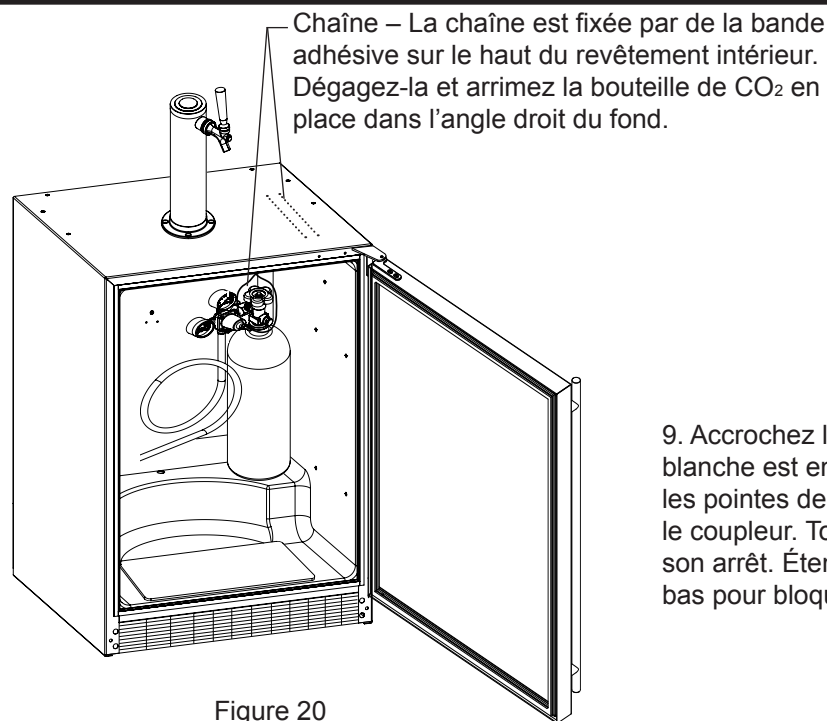

Figure 20
8. Positionnez la bouteille de CO₂ dans l'angle du réfrigérateur comme c'est montré en Figure 20 et attachez-la avec la chaîne.